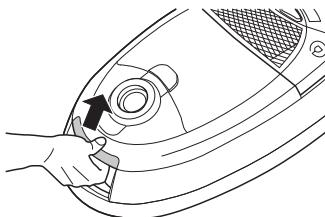

Abb. 18
1. Öffnen Sie den Staubraumdeckel, indem Sie ihn entriegeln und anschließend aufklappen (Abb. 18).